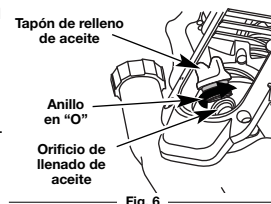

Fig. 6
3. Saque el tapón de aceite/varilla de medición del cigüeñal (Fig. 6).